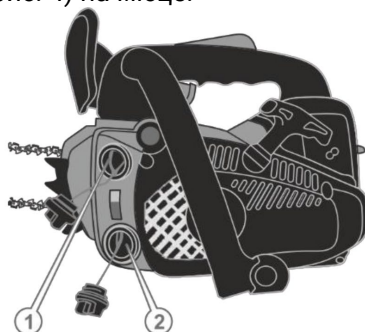

Рисунок 4. Схема розташування кришок заправки паливом, мастилом.
- відкрутити кришку (1, рис. 4) та через металеву лійку влити суміш і залишити повітряний прошарок між рівнем палива й горловиною бака для теплового розширення;
- повернути кришку (1, рис. 4) на місце.
3. Ретельно очистити поверхню навколо кришки (2, рис. 4) бачка для заливання мастила від забруднень, щоб не допустити потрапляння тирси, частинок – пилу та бруду всередину.
4. Відкрити кришку бачка (2, рис. 4).
6. Щільно закрити кришку бачка (2, рис. 4).